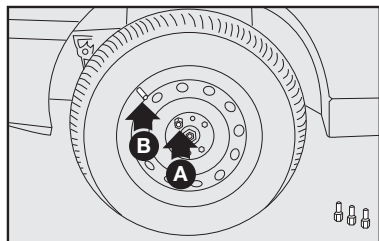

fig. 13
7) Atrair apenas um dos parafusos **A**—fig. 13, em correspondência com a válvula de enchimento **B**.